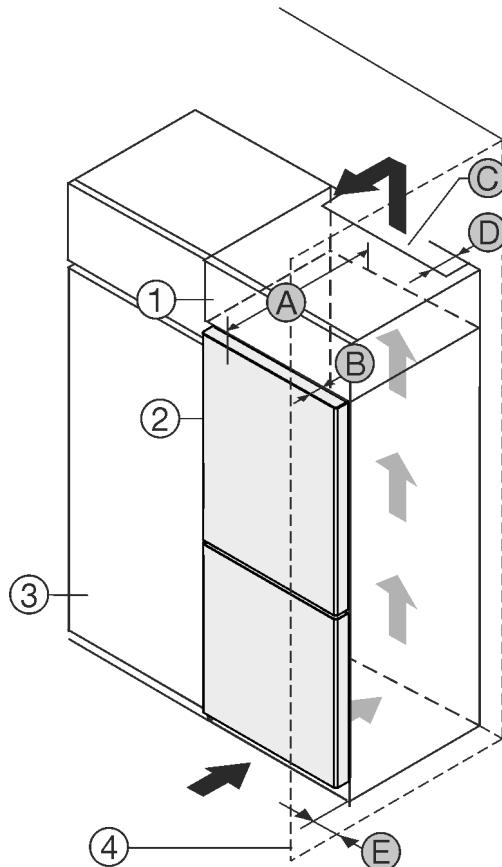

Fig. 1
Zariadenie môžete inštalovať priamo vedľa kuchynskej skrine Fig. 1 (3).
Na zadnej strane nadstavnej skrine musí byť vetracia šachta s hlbkou Fig. 1 (D) cez celú šírku nadstavnej skrine.
Pod stropom miestnosti sa musí dodržať prierez vetracieho otvoru Fig. 1 (C).
Ak zariadenie nainštalujete so závesmi vedľa steny Fig. 1 (4), tak vzdialenosť medzi zariadením a stenou musí byť minimálne 13 mm.
Ak zariadenie nainštalujete so závesmi vedľa steny Fig. 1 (4), tak vzdialenosť medzi zariadením a stenou musí byť minimálne 20 mm.
Aby ste mohli dvere úplne otvoriť, zariadenie musí vyčnievať o hlbku dverí Fig. 1 (B) prednej časti kuchynskej skrine. V závislosti od hlbky kuchynských skriň Fig. 1 (3) a použitia dištančných držiakov na stenu môže zariadenie prečnievať ešte viac.